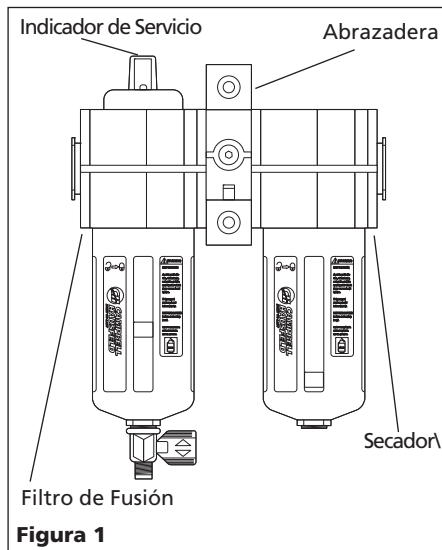

Figura 1
4. Para reemplazar el filtro de fusión - El indicador de servicio del filtro de fusión (mostrado en la Figura 1) le indicará cuando necesita reemplazarlo. Cuando el indicador esté en rojo debe reemplazar el elemento del filtro. Use el elemento de filtro PA2087.